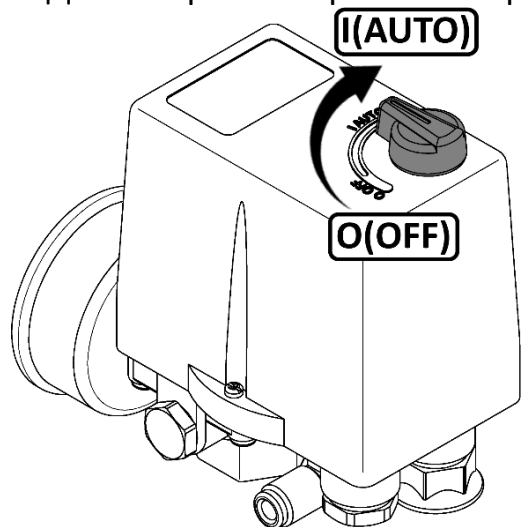

Рисунок 2
- Проверьте, чтобы выключатель на прессостате находился в выключенном положении "OFF" или "O", в зависимости от исполнения (см. рисунок 2).
- 1 Выключить компрессор выключателем на прессостате. Для этого необходимо переключить выключатель в положение "OFF" или "O", в зависимости от исполнения (см. рисунок 2). После этого остановится электродвигатель и произойдет сброс давления из нагнетательного воздухопровода и поршневого блока.
Для пуска компрессоров СБ4/Ф-500.АВ998, СБ4/Ф-500.АВ998ТБ после срабатывания защиты выполните следующие действия: после того, как двигатель остынет до допустимой температуры, переключите выключатель на прессостате в положение "OFF" (см. рисунок 2), а затем включите компрессор переключив выключатель в положение "AUTO".